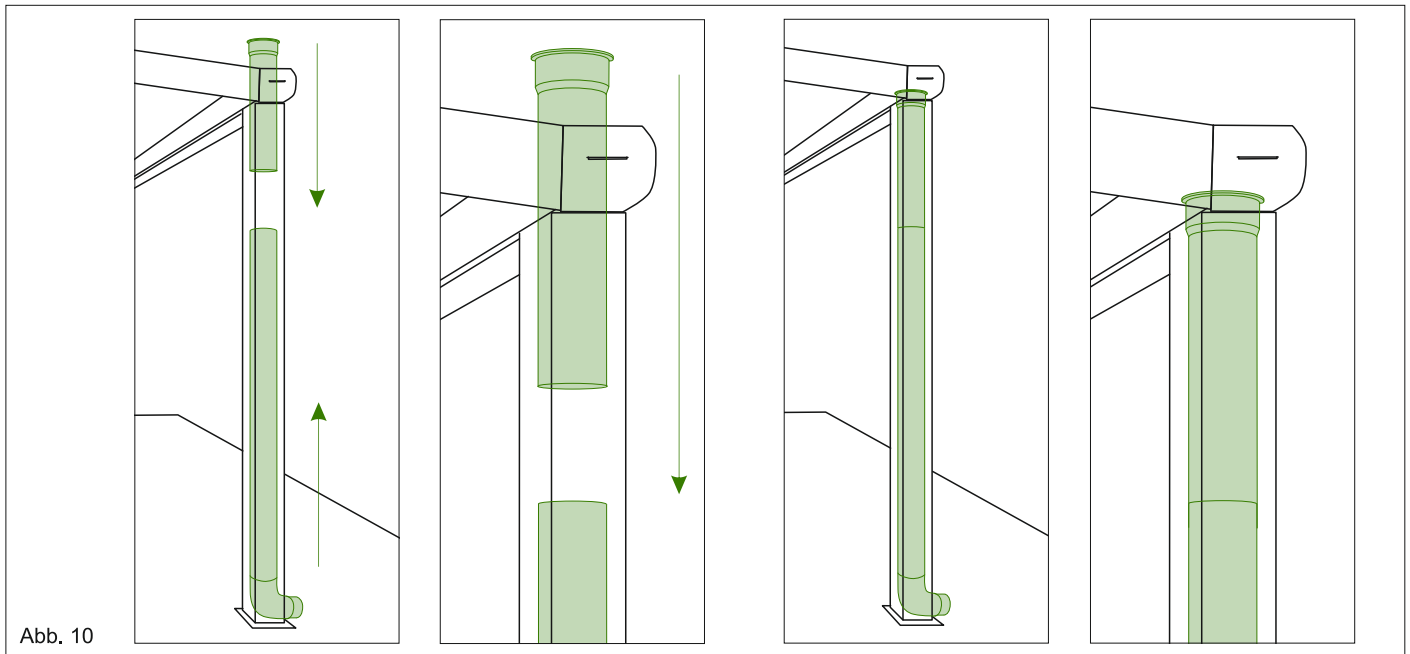

Abb. 10
5. Achten Sie bitte darauf, dass die Neigung der Randsparren genau 8° beträgt. Handelsübliche Digitale Winkelmesser erleichtern Ihnen die Handhabung. Siehe Abb. 10.
A) B) 8. 2. Setzen Sie das bereits vorbereitete HT-Rohr von oben, durch die in der Rinne vorgefertigten 83mm Ausschnitt in den Pfosten und verbinden Sie die beiden HT-Rohre in dem Pfosten zusammen. Hier muss man mit zwei Personen arbeiten, und die HT-Rohre in einander reinschieben. HT-Rohr soll an der Rinnenöffnung mit breitem Ende hängen bleiben und nicht in den Pfosten gelangen. Siehe Abb. 10.